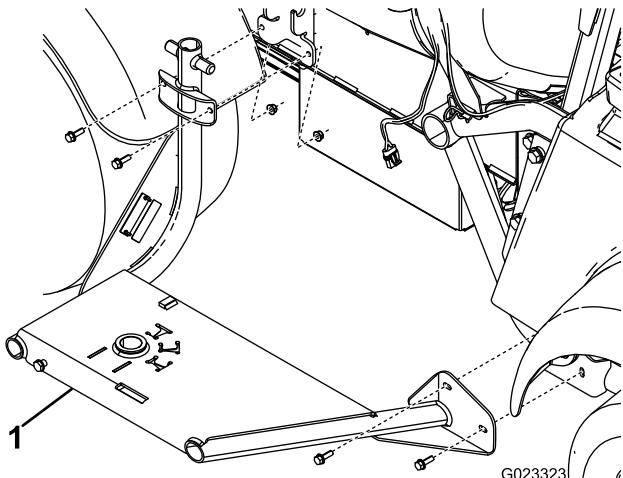

Figure 5
- Fixez le cadre du dévidoir sur le côté de la machine au moyen de 4 boulons (5/16 po) et 4 écrous à embase (5/16 po), comme montré à la Figure 5.